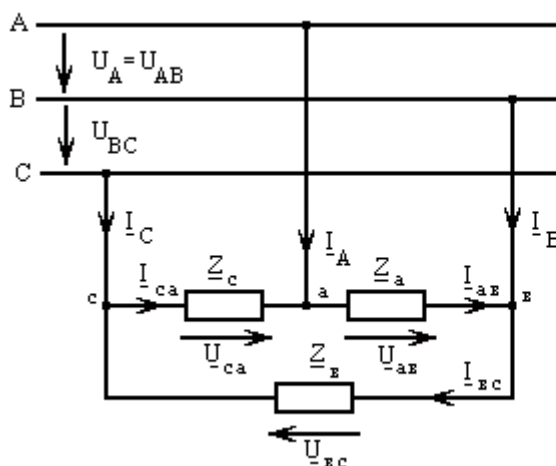
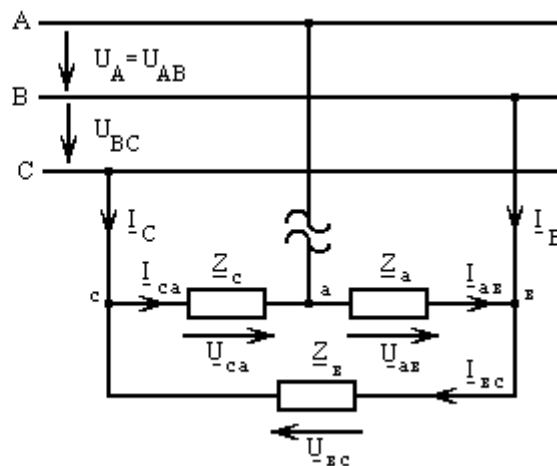

Рисунок 2.7 - Соединение фаз приемника по схеме «треугольник»
Рисунок 2.8 - Соединение фаз приемника по схеме «треугольник» и обрыве линейного провода «А»
1. Изображаем схему цепи при обрыве линейного провода (рисунок 2.8). Условно-положительные направления токов в фазах указываем как и в схеме рисунок 2.7. Из анализа схемы (рисунок 2.8) следует, что комплексное напряжение на фазе «в» приемника $\underline{Z}_b$ равно фазному напряжению $\underline{U}_{bc} = 220e^{-j120^\circ}$ В. При этом фазы $\underline{Z}_a$ и $\underline{Z}_c$ приемника оказываются соединенными друг с другом последовательно и напряжение на этом участке равно $\underline{U}_{bc} = 220e^{-j120^\circ}$ В.